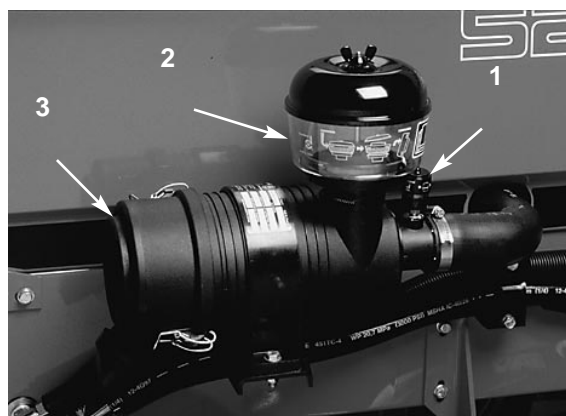

Figure 37
2. Nettoyer les éléments du filtre lorsque l'indicateur (Fig. 37) est rouge ou toutes les 400 heures (ou plus souvent en milieu poussiéreux ou sale). Ne pas trop nettoyer le filtre à air.
ENTRETIEN DE LA CUVE DU PREFILTRE (Fig. 37)
ENTRETIEN DU FILTRE A AIR (Fig. 37)